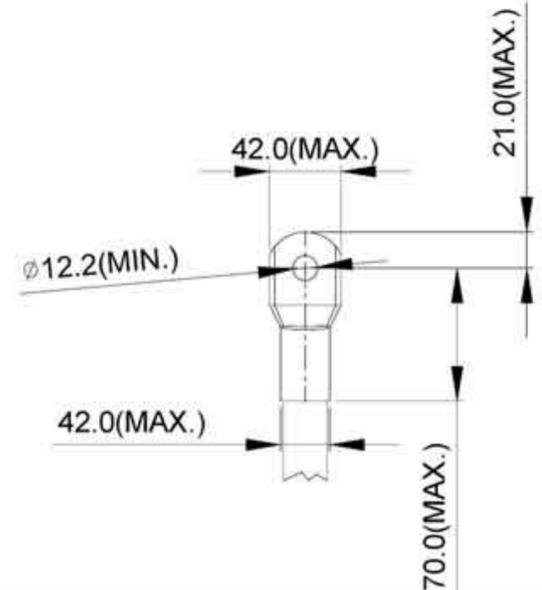

Рис. 3
4. На рис. 3 и Рис. 4 дана спецификация термоусадочной трубки в соответствие с UL (600С, YDPU2).